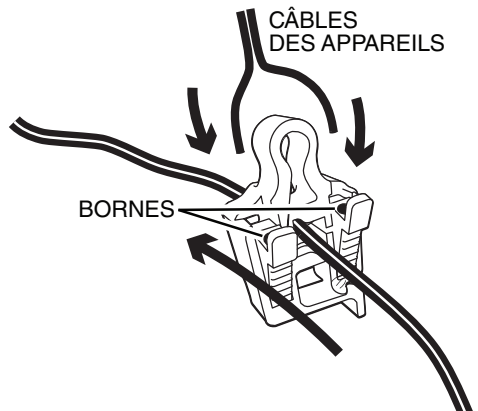

Figure 11
4. Repérer l'extrémité du câble de chaque appareil (figure 11).